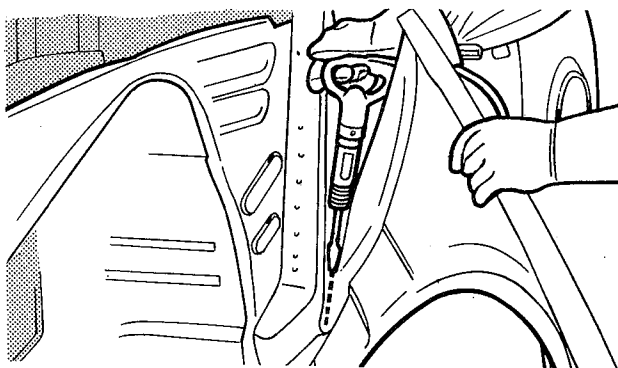

fig. 68
6. Cortar o pára-lama na união com a coluna "A" (fig. 68)